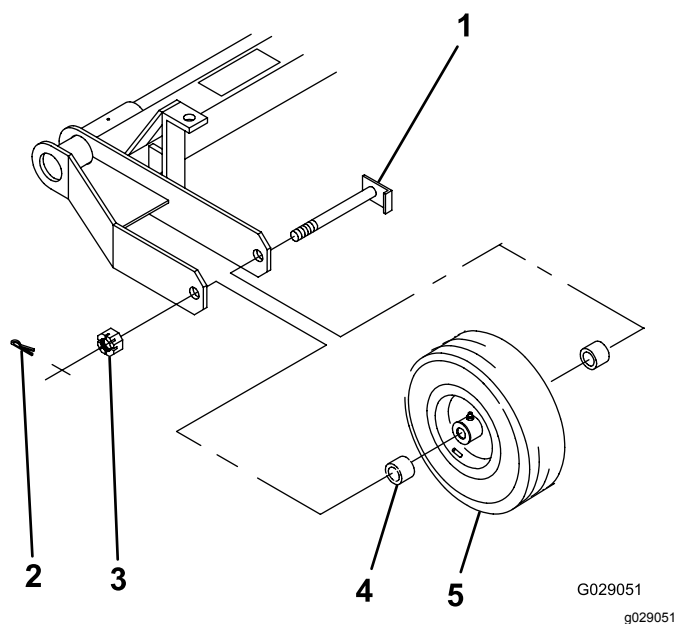

図2
1. 図2のように、フレームの間に、ホイールアセンブリと2個のスペーサ左右のホイールハブにそれぞれ1個をセットする。
2. フレーム、スペーサ、ホイールにアクスルを差し込む図2。